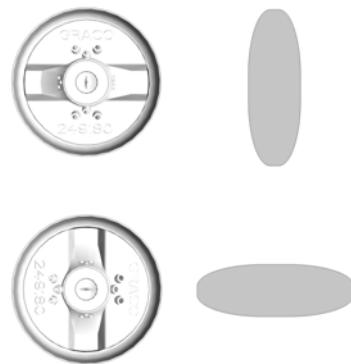

Рис. 5
Установите распылительный наконечник на пистолет. Убедитесь, что центрирующий выступ наконечника установлен в паз воздушного наконечника. Смотрите Рис. 5. Рукой крепко затяните фиксирующее кольцо воздушного наконечника (6), чтобы обеспечить герметичность соединения между прокладкой наконечника и рассеивателем (5).